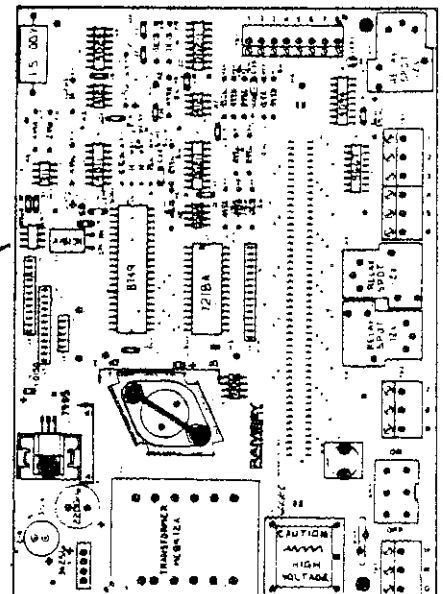

Bild 6.2
- A. Das Gehäuse öffnen. Der Sperrschalter ist mit 3 auf dem Kalibrationsschalter SW1 bezeichnet (s. Abb. 6.2).
- B. Der Sperrschalter (3) wird auf „ON“ geschaltet.
Das mA-Signal kann wahlweise auf 0 oder 4 mA eingestellt werden. Der Schalter ist mit 2 auf dem Kalibrationsschalter SW1 bezeichnet (s. Abb. 6.2) und muß auf den gewünschten Wert: 0 oder 4 mA eingestellt werden.
- A. Das Gehäuse öffnen und Sichtkontrolle der LED 3 auf der CPU-Platine (s. Abb. 6.2).